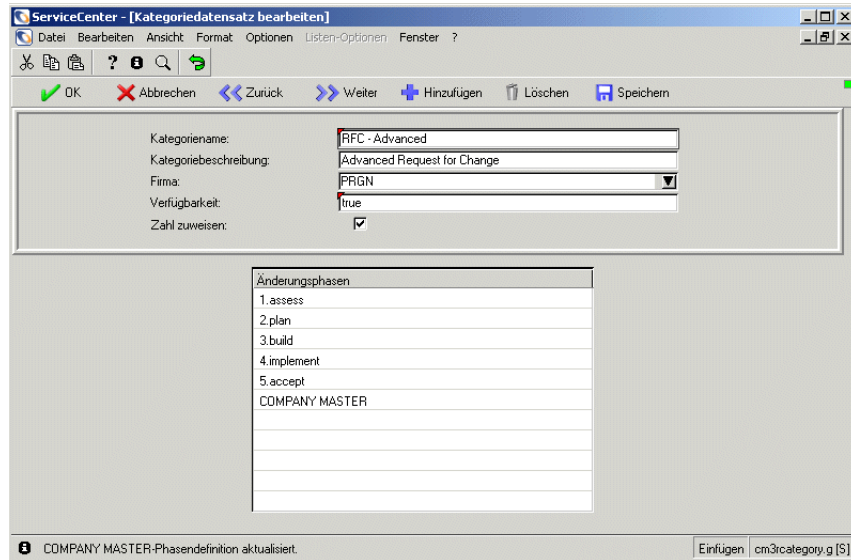

Abbildung 10-39: Kategoriedatensatz mit einer neuen Änderungsphasendefinition aktualisieren
- 11 Klicken Sie auf OK, um zum Kategoriedatensatz zurückzukehren (siehe Abbildung 10-39).